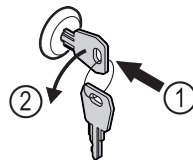

Fig. 177
- ▶ Introducir la llave. Fig. 177 (1)
- ▶ Girar la llave 90° en sentido antihorario. Fig. 177 (2)